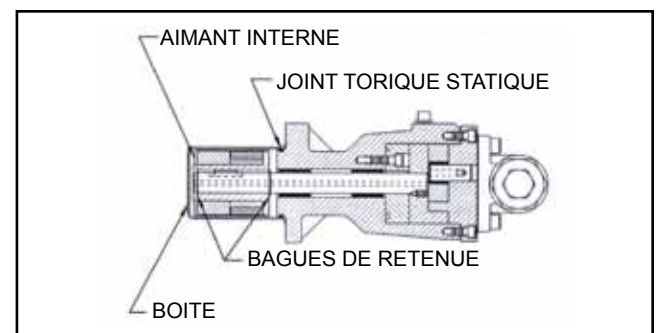

FIGURE 13
- Retirez l'anneau de retenue externe (le plus proche de l'extrémité de l'arbre) et sortez l'aimant interne (Voir Figure 13). N'oubliez pas qu'il s'agit d'un aimant très puissant. S'il est nécessaire de démonter la pompe, retirez la deuxième bague de retenue externe.